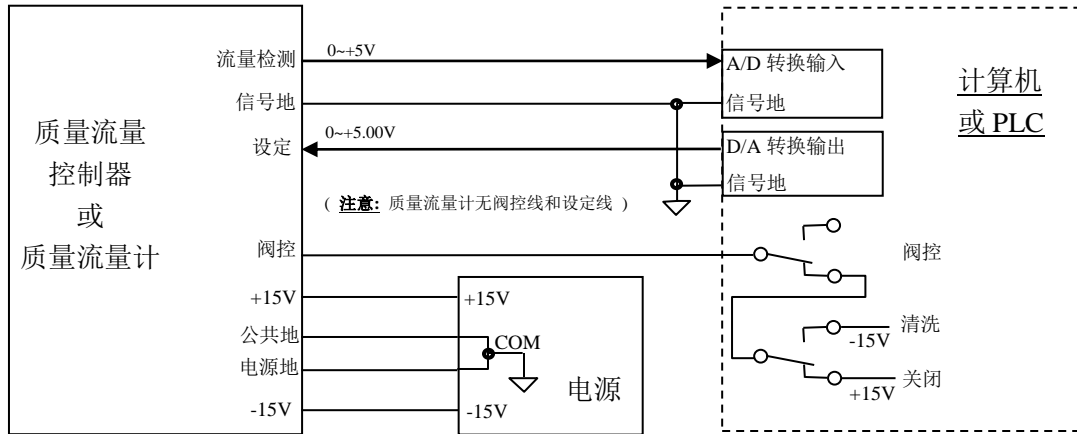

图 12. 直接与计算机连接的接线方法
如果还需要计算机实现“阀控”线的关闭和清洗功能, 可以用两个继电器的(两组)转换触点来实现。一个继电器控制“关闭”, 一个继电器控制“清洗”, 两个继电器都不动作则为自动控制。注意不能因两个继电器同时动作时引起电源短路, 推荐使用图 12 的继电器触点接线方式。
b. 流量计直接与计算机连接的接线方法，见图 12。
如果需要计算机实现“阀控”、“关闭”和“清洗”功能，推荐使用图 12 的阀控线与继电器触点之间的接线方式。
参照图 1 和图 12，在流量计预热稳定以后，即可启动程序进行工作。